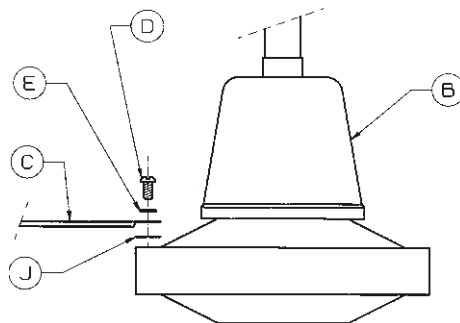

Fig 6
2.- Una las palas (**C**) al conjunto motor más soporte (**B**) mediante los tornillos (**D**) y las arandelas de seguridad (**E**). No olvide poner la protección de tela entre la pala y el motor para evitar posibles ruidos. Repita este procedimiento con las demás palas. (**Fig.6**)